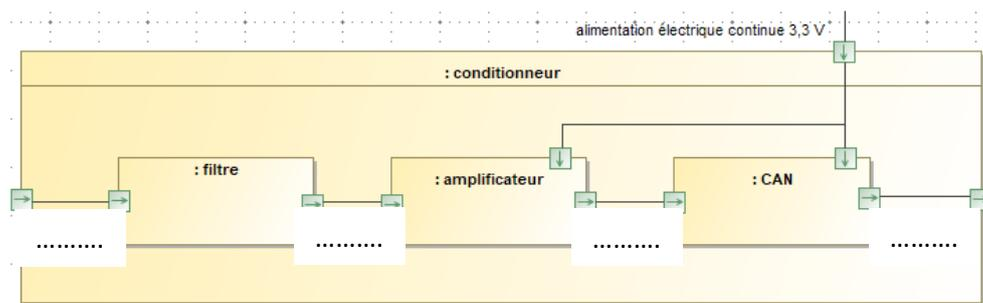

Figure 3 : diagramme des blocs internes du conditionneur
**Q1** : Compléter les pointillés du diagramme ci-dessus (figure 3) en donnant la nature des signaux.